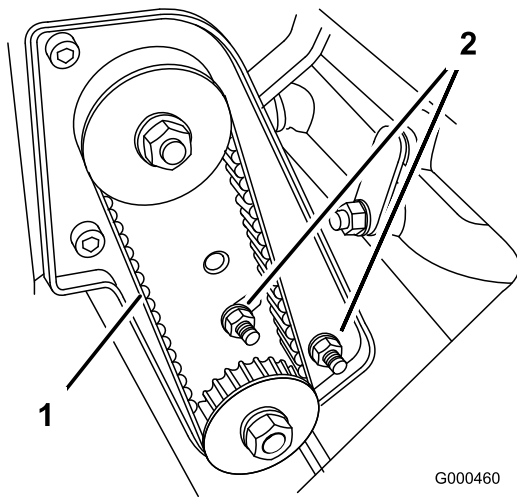

Bild 38
A. Lösen Sie die Befestigungsmuttern des Lagergehäuses (Bild 38).
C. Halten Sie die Einstellung des Drehmomentschlüssels und ziehen Sie das Lagergehäuse an den Befestigungsmuttern fest (Bild 38). Ziehen Sie den Riemen nicht zu stark an.